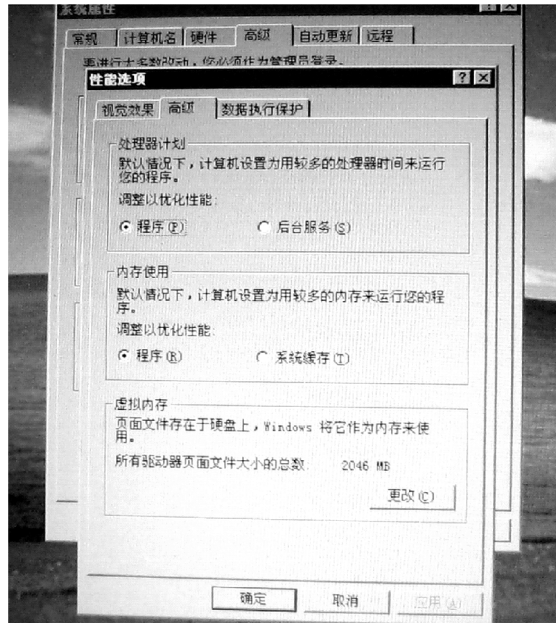

图 3-81 进入“虚拟内存”选项
1) 在“性能选项”界面中的“高级”选项卡的选项组中，即可看到“虚拟内存”选项。设置虚拟内存时需要单击“虚拟内存”区域内右下角的“更改”按钮，如图 3-81 所示。